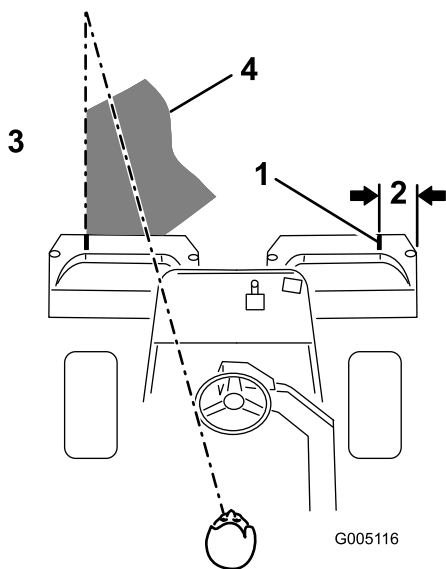

Figura 24
**Nota:** Per assistenza nel mantenimento di una linea retta sul green e nel mantenimento della macchina a una distanza pari dal bordo del taglio precedente, immaginate una linea di visione di circa 1,8-3 m davanti alla macchina fino al bordo della porzione di green non tosata (Figura 24). Includete il bordo esterno del volante come parte della linea di visione, ovvero mantenete il bordo del volante allineato con un punto che viene mantenuto sempre alla stessa distanza dalla parte anteriore della macchina.